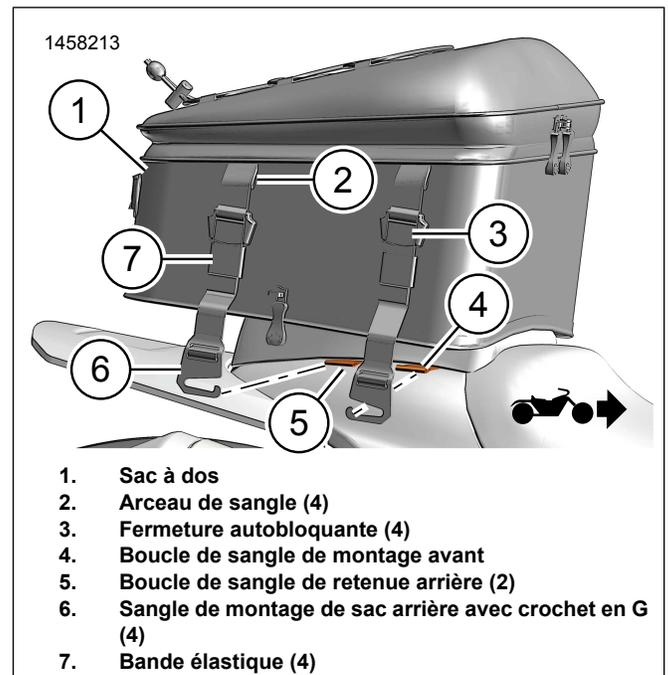

Figure 4. Sac arrière installée
5. Figure 4 Fixer les sangles de montage du sac arrière avec les crochets en G (6) en les passant à travers les boucles de sangles de montage avant (4) et à travers les boucles de sangle de retenue arrière (5).
6. Tirer sur les sangles pour fixer le sac à l'aide des fermetures autobloquantes (3).
7. Ranger les longueurs de sangle en excès à l'aide des bandes élastiques (7).
2. Figure 4 Fixer les crochets en G (6) aux arceaux (2) tout en portant le sac (1).